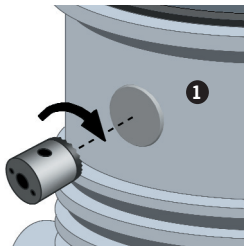

Abb. 6
- Zuleitung bei der vorgegebenen Erhöhung bohren (Abb. 6).